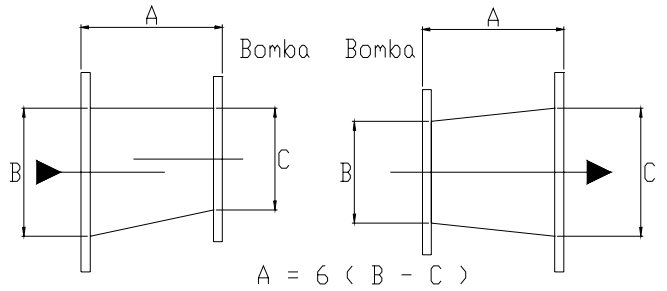

Fig.4 Reduccion excentrica y concentrica
3. Cuando se utilice una tubería de mayor diámetro que el orificio de impulsión de la bomba, se efectuará la ampliación mediante un cono difusor concéntrico cuyas características y forma constructiva detallamos (Fig. 4).